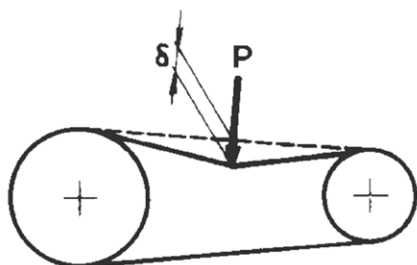

図1
- (1) ベルトカバーを外す。
- (2) モータの締結ネジをゆるめる。
- (3) モータをブロワ側へ十分に寄せ、旧ベルトを取外す。
- (4) 新ベルトを取付ける。(ベルトはマッチドセットをおすすめします。)
- (5) モータベースの調整ボルトにより、モータをベルト引張方向へ移動させ、ブロワプーリとモータプーリの側面に定規をあて面芯を出しながら、**図1**と**表1**を参考にして張り調整をする。
- (6) モータの締結ネジを締めて、モータを固定する。
- (7) ベルトカバーを取付ける。